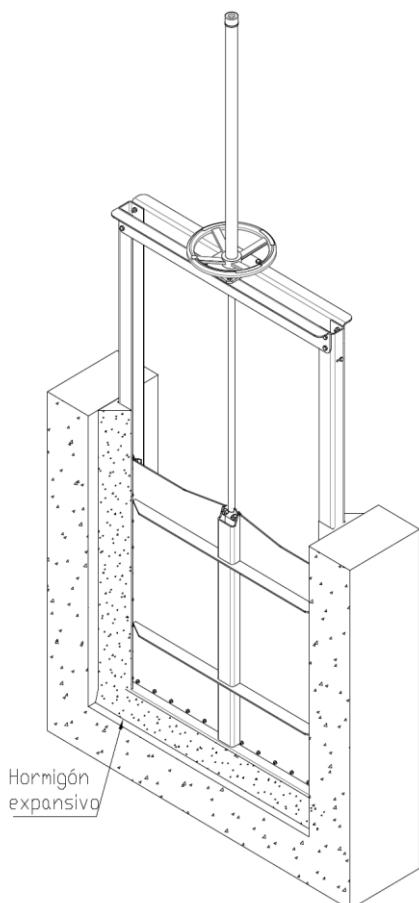

Figura 8
- Rellenar con hormigón expansivo todos los huecos (ver Figura 8), tanto en la parte inferior como en los laterales de la compuerta. Cabe destacar que el relleno con hormigón expansivo tiene un objetivo doble: